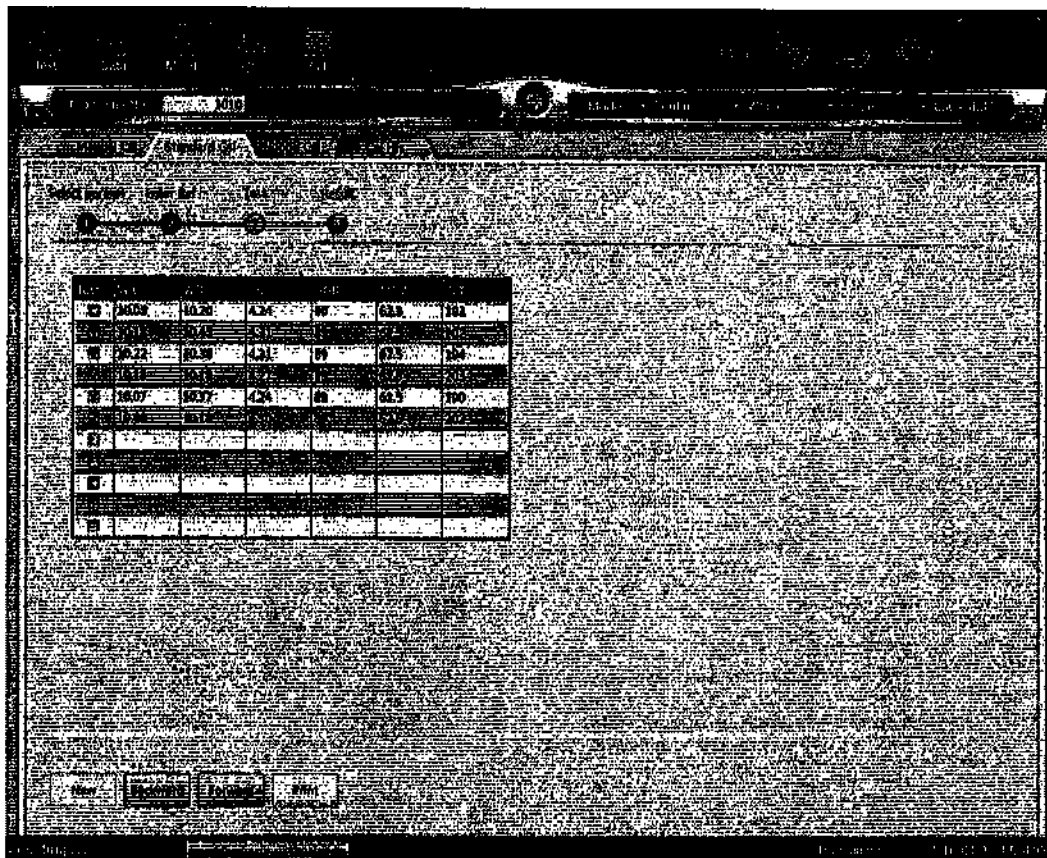

Рисунок 9-3 Окно "Standard Cal 3" ("Стандартная калибровка 3")
- Находясь в главном меню нажать кнопку "Cal" ("Калибровка"), а затем вкладку "Manual Cal" ("Ручная калибровка") в окне "Cal" ("Калибровка"). см. Рисунок 9-3